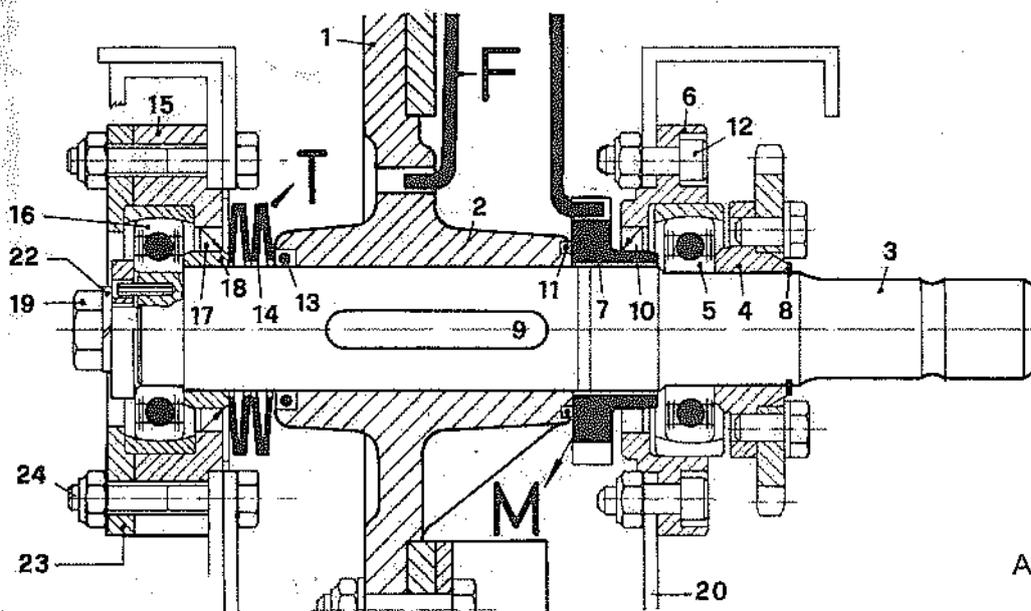

Abb. 15
12.4. Montagefolge der Messerradlagerung (nach Reparaturarbeiten) (siehe hierzu Abb. 15)